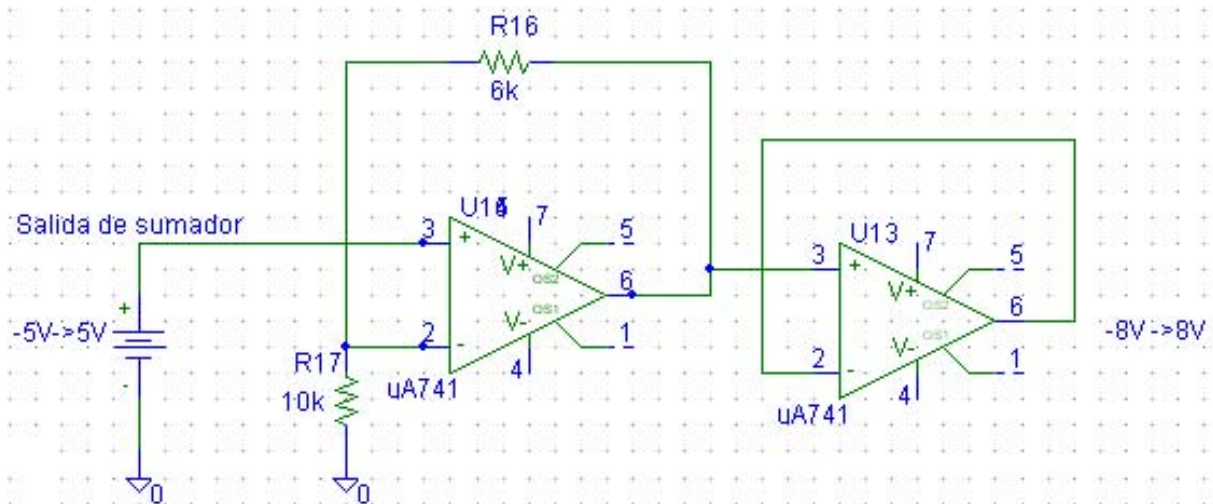

Figura 94: Amplificador no inversor con seguidor de voltaje a la salida.
4. Multiplicar el rango de $[-5V, 5V]$ por una ganancia de 1,6 para obtener el rango de $[-8V, 8V]$. Esto se logra usando un amplificador operacional configurado como amplificador de voltaje no inversor con una ganancia de 1,6. El diagrama se muestra en la figura 94.